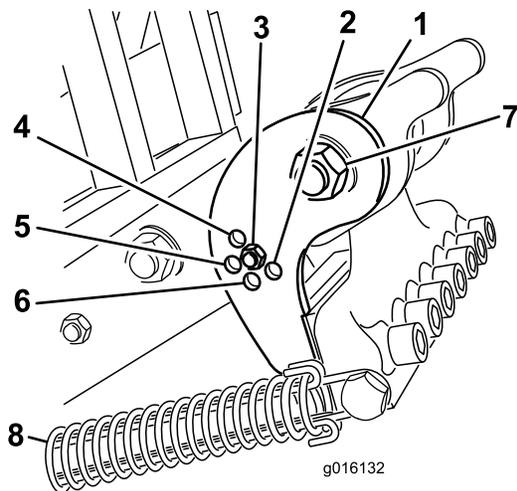

Bild 38
Stellen Sie die Neigungshalterung (Bild 38) abhängig von der Tines-Länge in die richtige Position. Der Aufnahmeanschlag wird auf 1 der 5 vorgegebenen Positionen eingestellt, indem Sie das Loch wählen, durch das Sie die Einstellstange schrauben. Diese Löcher sind nur Voreinstellungen; beispielsweise können Sie ein gleichmäßigeres Finish erhalten (abhängig von der Anwendung), wenn Sie 25,4 cm lange Tines in der 30,5-cm-Stellung verwenden.
3. Lösen Sie die Federspannung zur Tines-Aufnahme (Bild 38).
4. Entfernen Sie die Mutter und Schraube aus den Einstelllöchern der Neigungshalterung (Bild 38).